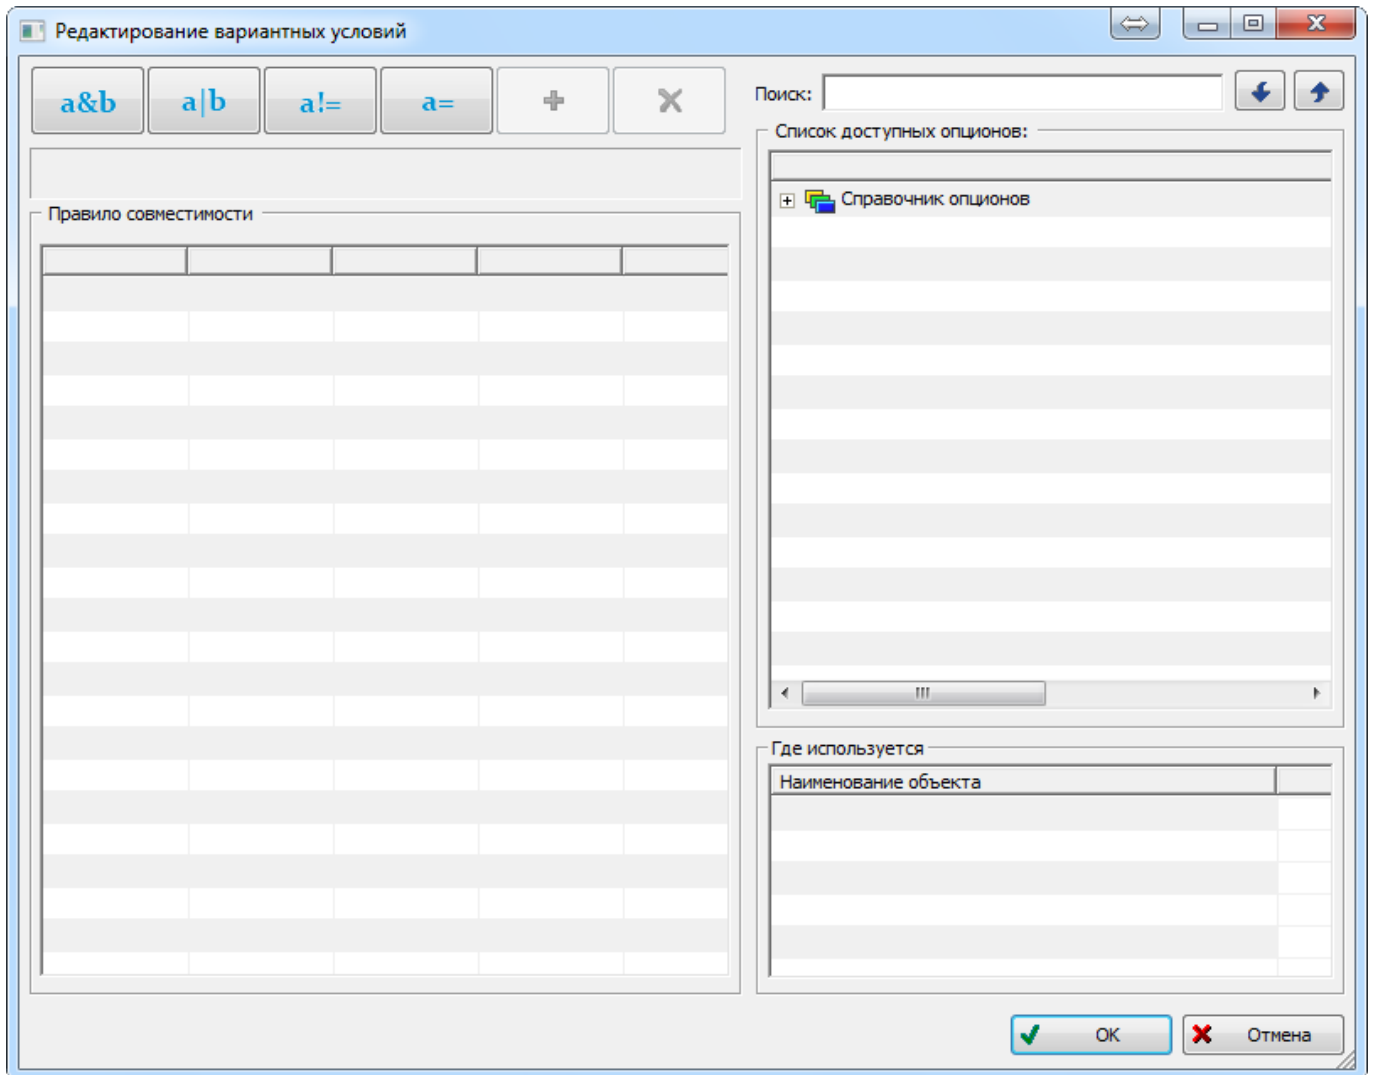

Рис. 13-92 – Окно редактора вариантных правил
4) После этого открывается окно «Редактирование вариантных условий» (рис. 13-92).